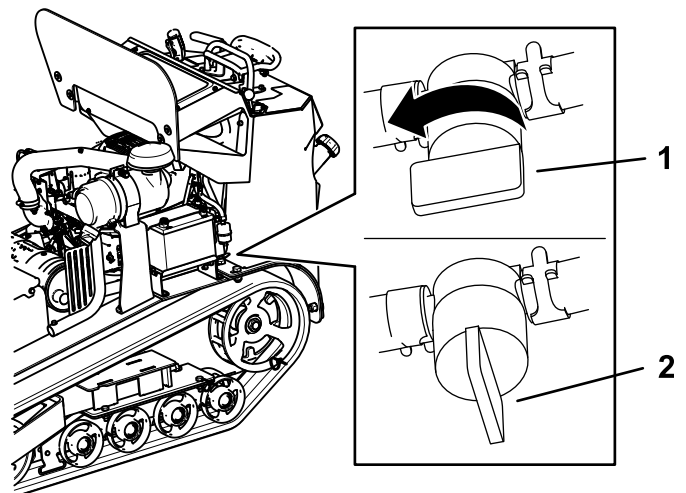

Bild 39
3. Schließen Sie den Kraftstoffhahn (Bild 39).